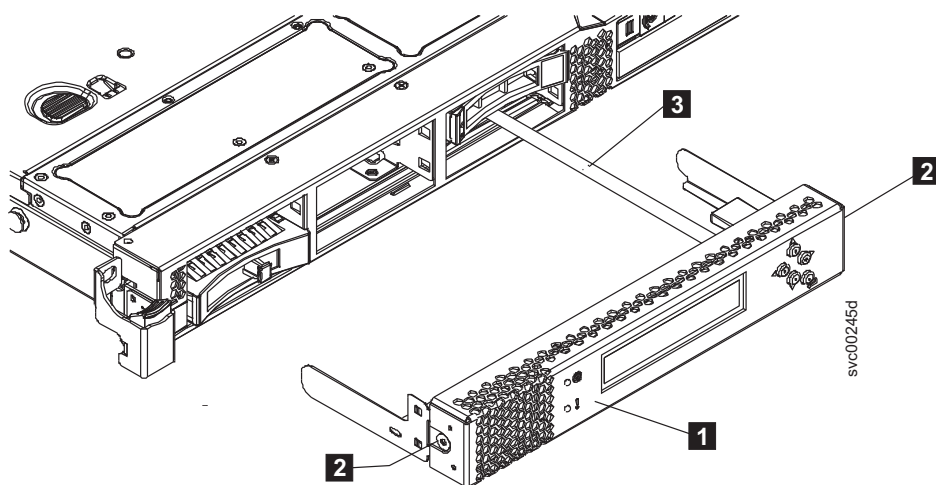

図 110. USB ケーブルが接続されているサービス・コントローラー (SAN ポリユーム・コントローラー 2145-CF8 の図)
5. サービス・コントローラー (図 110 の **1**) が所定の位置にある場合、サービス・コントローラー・アセンブリの各側面にある解放ボタン (**2**) を押して、サービス・コントローラーをノードから解放します。ただし、USB サービス・コントローラー・ケーブルは切り離さないでください。サービス・コントローラーをスライドさせてノードから取り出し、どこか安全な場所で支えておくか (可能な場合)、あるいはサービス・コントローラーをサービス・コントローラー・ケーブルからそっと吊り下げておきます。